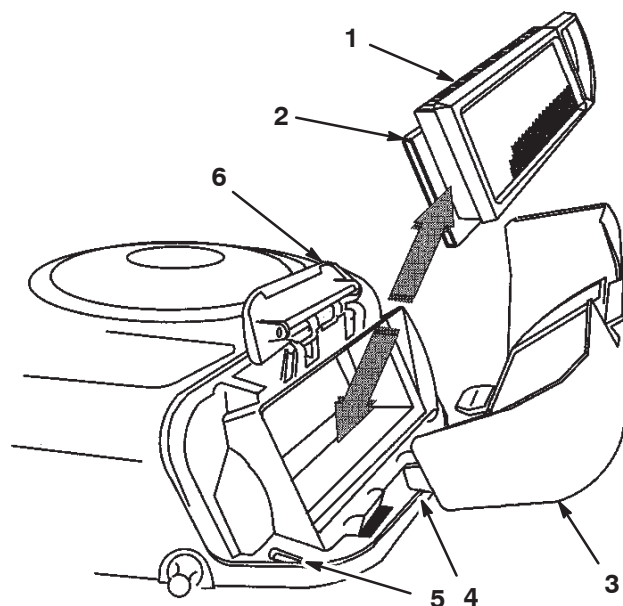

Figure 22
4. Sortez avec précaution les éléments en papier et en mousse du carter de soufflante (Fig. 22).
2. Placez les languettes du couvercle du filtre à air en face des fentes du carter de soufflante (Fig. 22). Accrochez la poignée sur le couvercle et appuyez dessus pour verrouiller le couvercle en place.